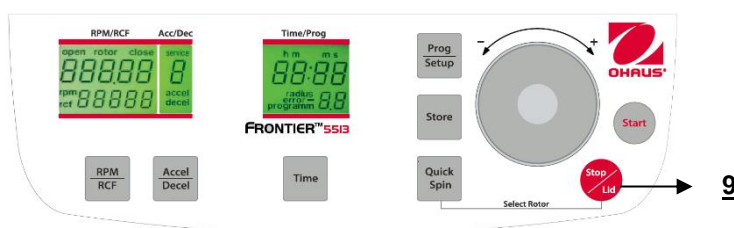

Figure. 25
Avec la touche "**Stop/Lid**" (9) (voir la figure 25), il est possible d'interrompre une centrifugation à tout moment. Après avoir appuyé sur la touche, la centrifugeuse décélère conformément à l'intensité présélectionnée jusqu'à son arrêt complet. Après l'arrêt complet du rotor, appuyez sur la touche "Stop/Couvercle" pour ouvrir le couvercle.